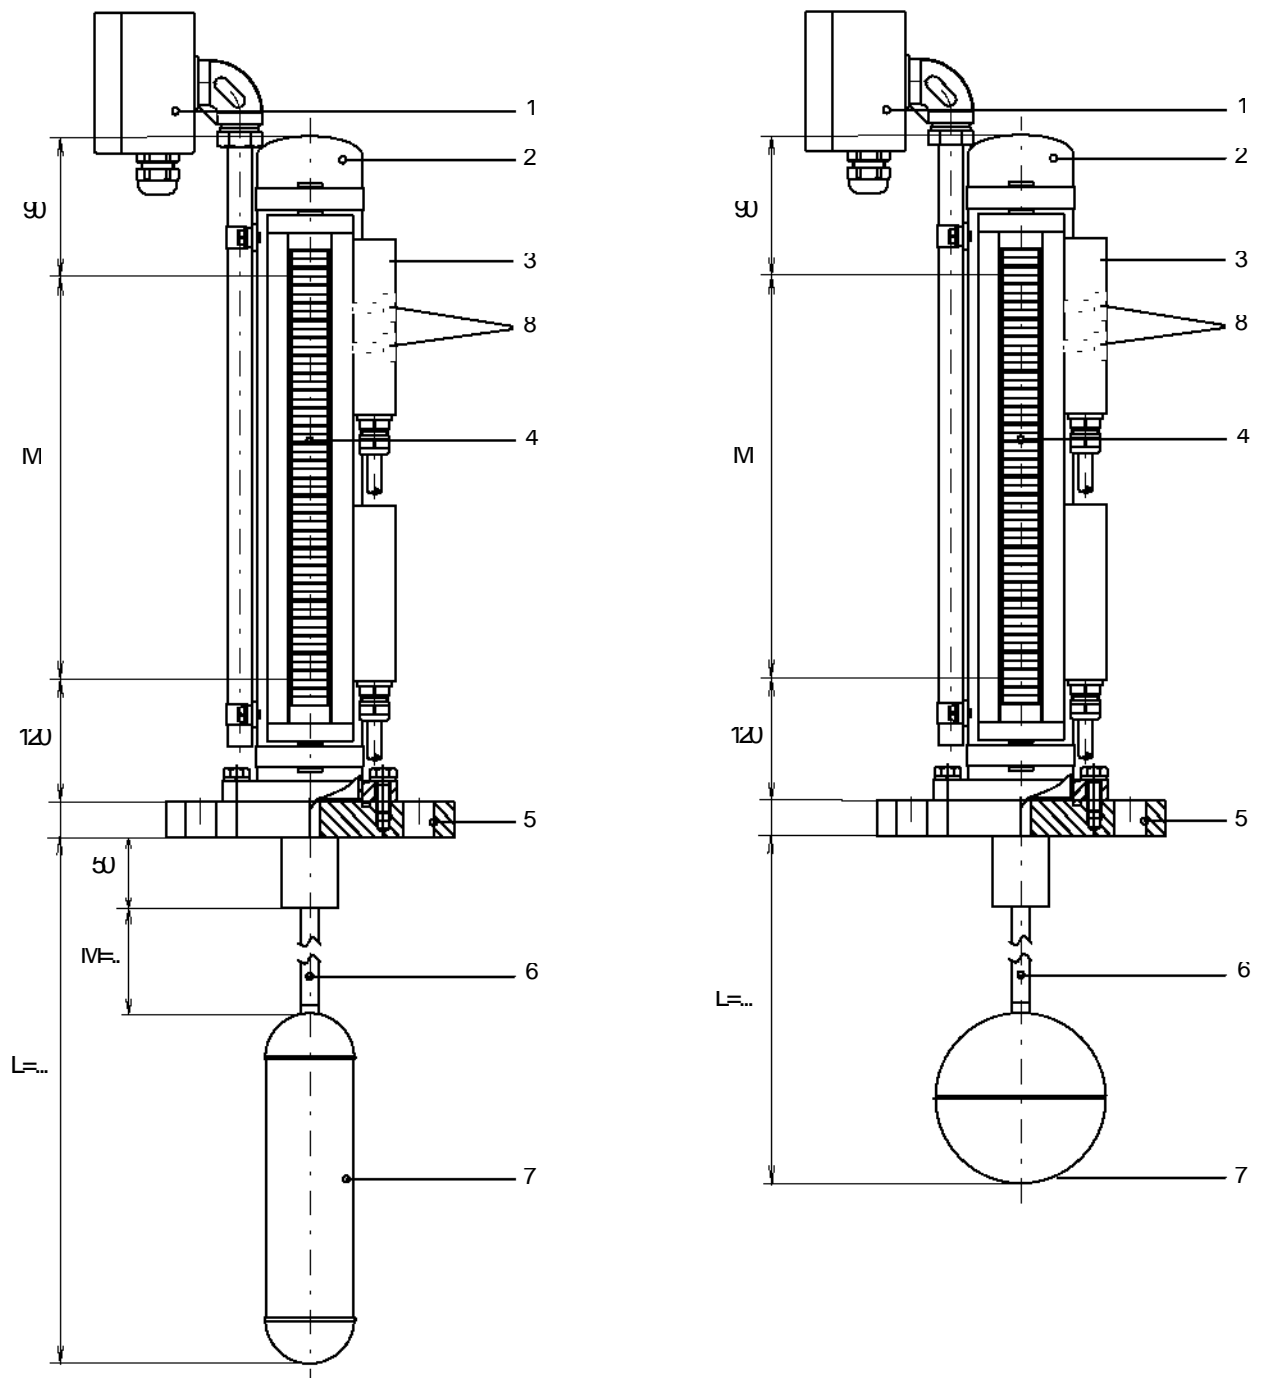

Fig. 1
En flottör (7) som är ansluten till en styrstång (6) ändrar höjd i förhållande till tankens nivå. Magnetfältet hos en permanentmagnet som är fäst i änden på styrstången styr visuella (4) och elektriska (1) nivåindikatorer eller magnetbrytare (3) som är fästa på indikatorhylsans (2) utsida. De här tillvalen är fabriksmonterade enligt kundens specifikationer. Grundkonfigurationen visas i fig. 1. Anpassade versioner har implementerats enligt beställningen.